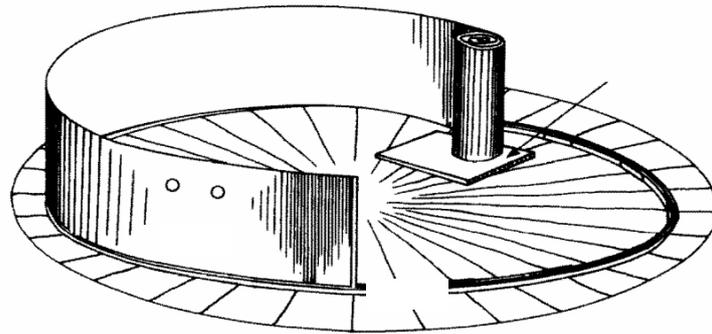

Abb. 7
- Beginnen Sie, den Stahlmantel aufzurollen (**Abb. 7**), indem Sie gleich die untere Stahlmantelkante schrittweise in den Bodenprofilkreis hineinstellen. Befestigen Sie provisorisch die Handlaufprofile auf der oberen Kante, um ein Knicken des Stahlmantels zu verhindern.